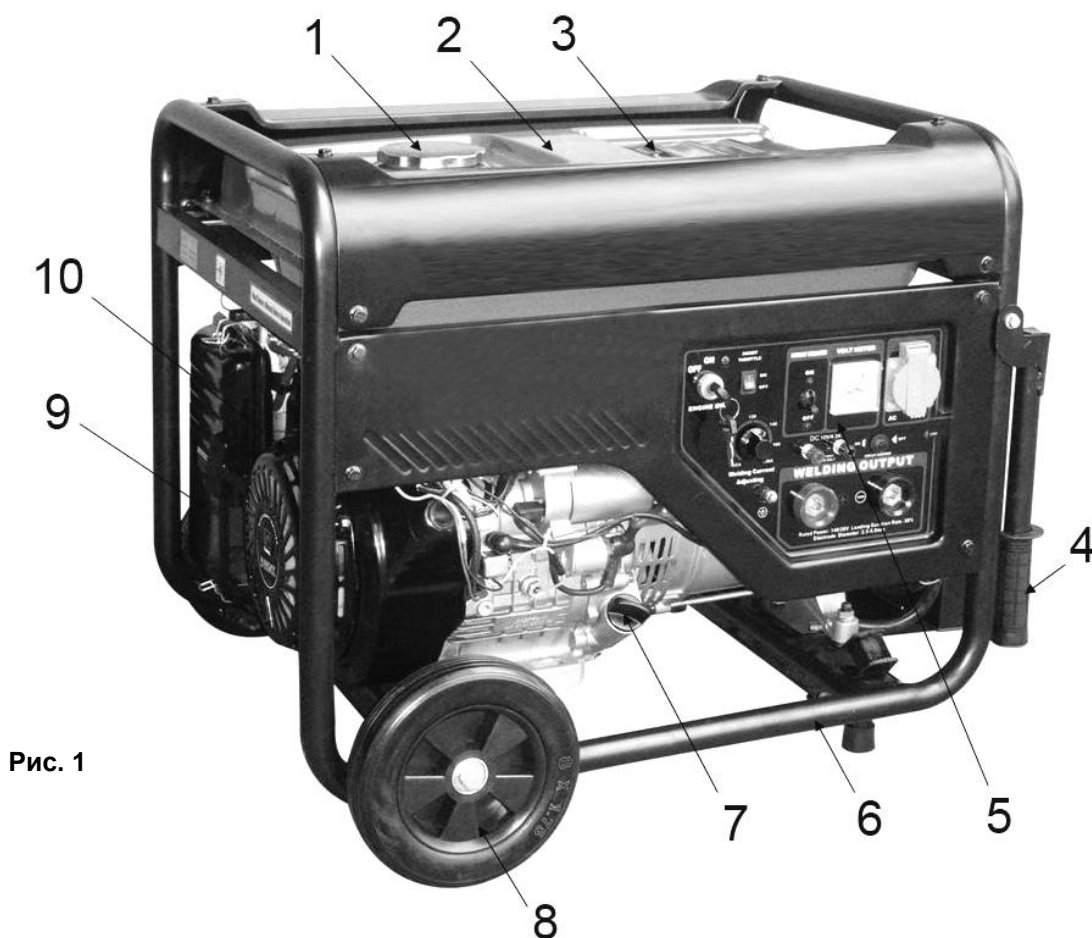

Рис. 1
- Для включения автоматического регулятора – переведите переключатель (12)(См. Рис.1) в положение «ВКЛ»
- Для выключения – переведите переключатель (12)(См. Рис.1) в положение «ВЫКЛ»
- Обозначения уровня топлива на индикаторе (2) (См. Рис.1): “F” - полный, “E” - пустой.